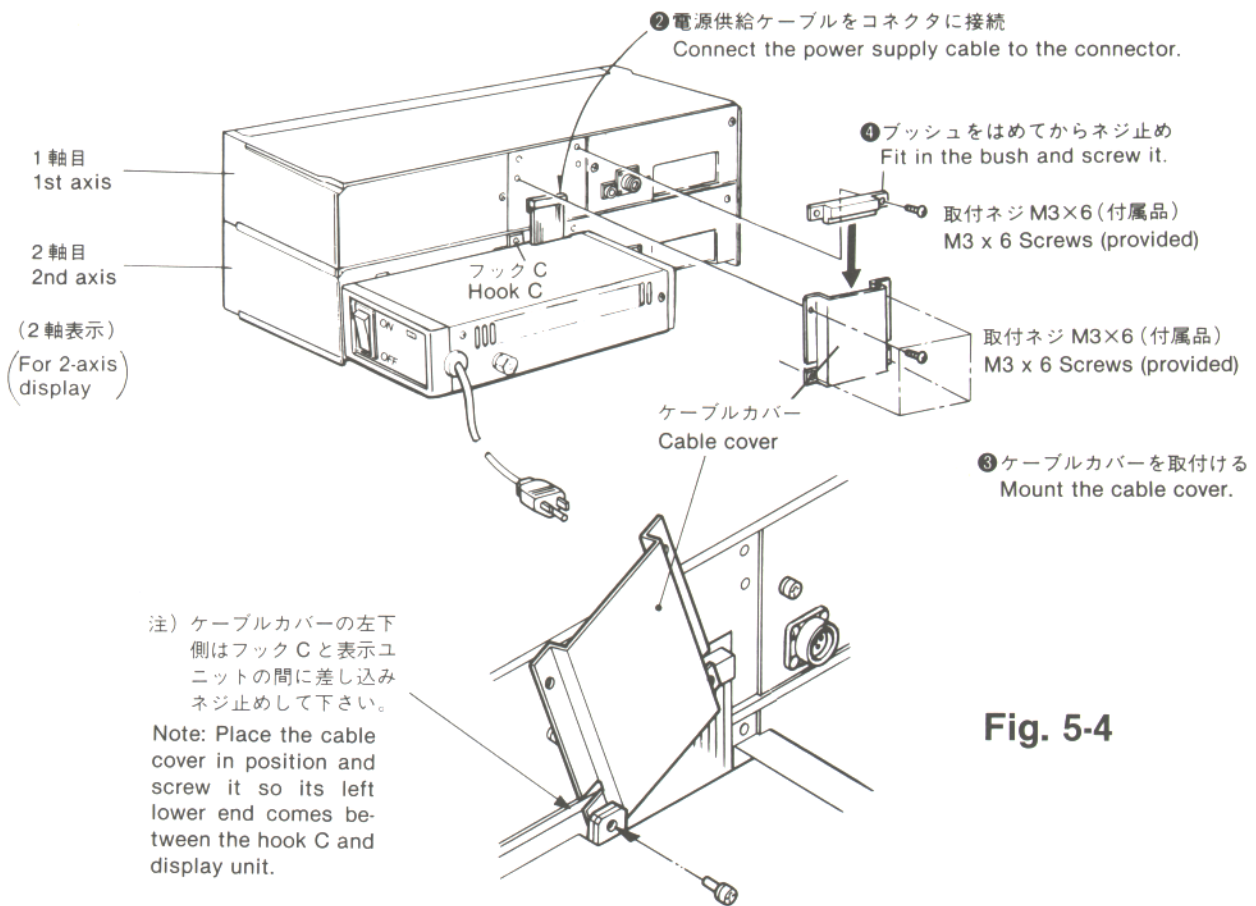

Fig. 5-4
- ③電源供給ケーブルを接続後、シールドと2軸又は3軸表示の固定を兼たケーブルカバーを取付けます。(Fig.5-4/5-5)
- ④2, 3軸表示の場合は、ケーブルカバーの上端にブッシュをはめ、ネジで固定します。(Fig.5-4/5-5)
- ③ Mount the cable covers, which shield the cables and hold the units together. (Fig. 5-4/5-5)
- ④ When display units are stacked on one another for multi-axis display, insert the bush in the upper end of the cable cover and fix it with the screw provided. (Fig. 5-4/5-5)